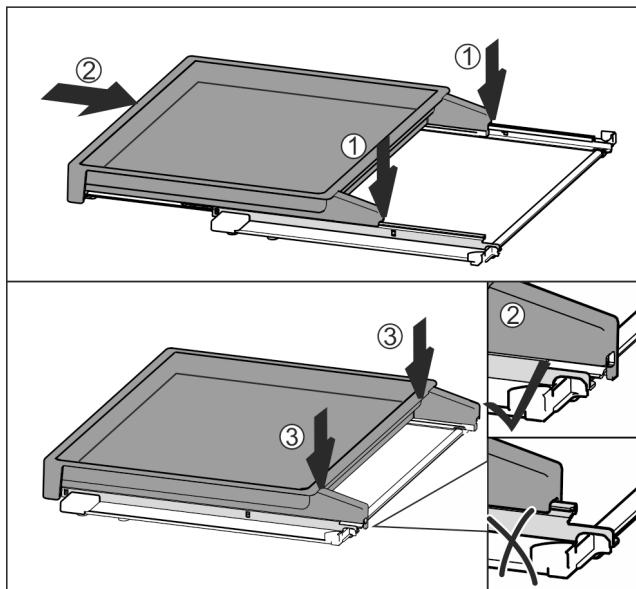

Fig. 51
- ▶ Nasadte uprostřed na kolejničky Fig. 51 (1).
- ▶ Vysouvací přihrádku zcela zasuňte Fig. 51 (2).
- ▶ Zatlačte pak na zadní straně, až slyšitelně zacvakne Fig. 51 (3).